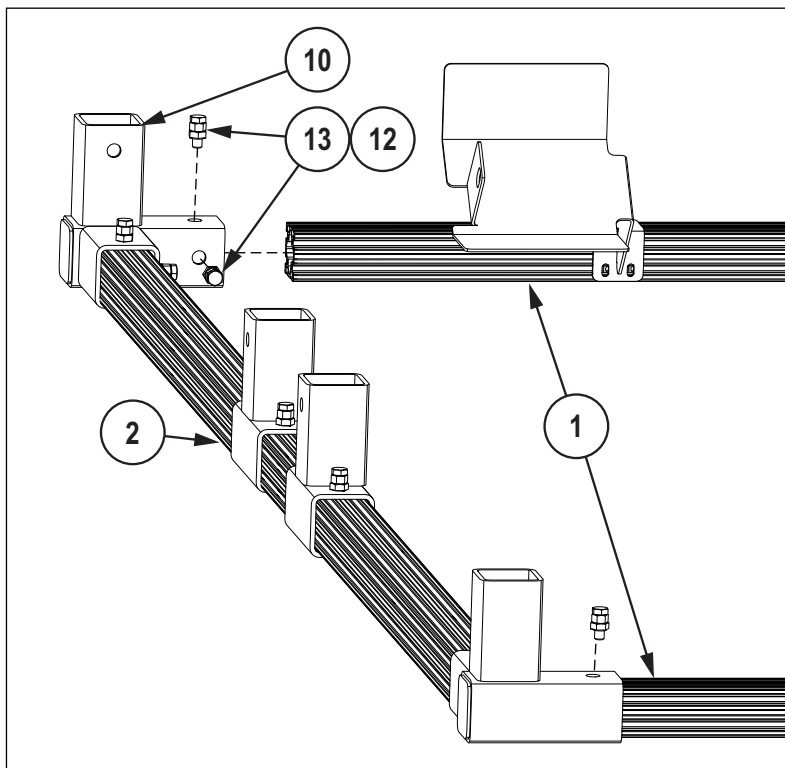

Figura 3-6. Instalación del bastidor lateral de montaje en T
2. Coloque las barras largas (1).
3. Fije una barra larga a cada conector de tres vías (10) como en la Figura 3-6.